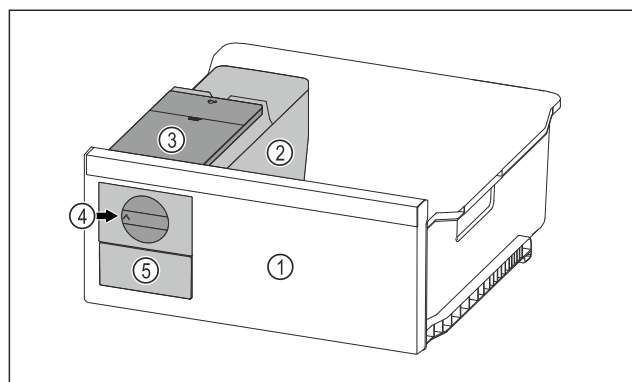

Fig. 70 Примерно изображение
- ▶ Завъртете въртящото се копче *Fig. 70 (4)* по часовникова стрелка до упор.
- ▷ Ледените кубчета падат от формата за ледени кубчета в чекмеджето за ледени кубчета *Fig. 70 (5)*.